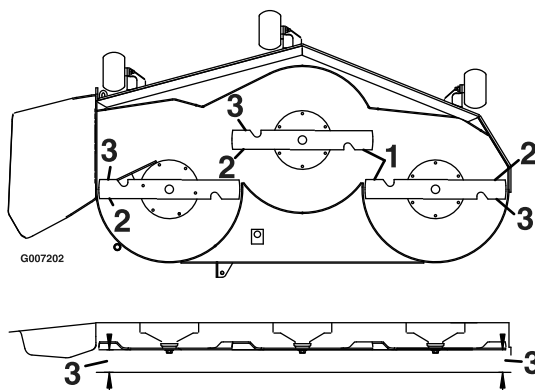

Figura 69
4. Meça entre as extremidades de corte exteriores e a superfície plana (Figura 69). Se ambas as medições não se encontrarem dentro do intervalo de 5 mm, é necessário um ajuste, continue com o procedimento de nivelamento.